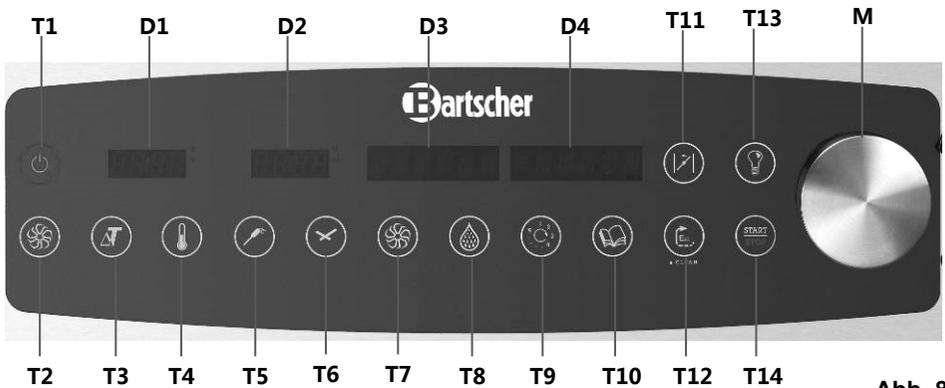

Abb. 8
- Das Gerät über den Hauptschalter **T1 (Abb. 8, S. 20)** einschalten.
- Die Taste **T14 „Start/Stop“ (Abb. 8)** drücken.
- Die Garraumbeleuchtung wird durch Drücken der Taste **T13 (Abb. 8)** eingeschaltet. Diese schaltet sich automatisch nach 45 Sekunden wieder aus, wenn sie nicht bereits vorher durch erneutes Betätigen der Taste **T13** ausgeschaltet wurde.